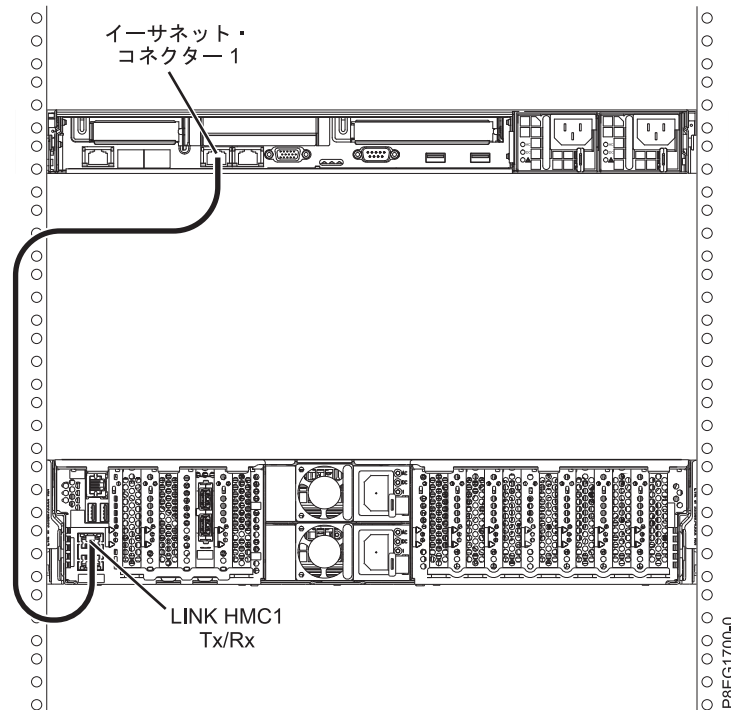

図 20. 管理対象システムへの HMC の取り付け
1. HMC を管理対象システムに直接接続する場合は、HMC の **イーサネット・コネクタ 1** を管理対象システムの **HMC1** ポートに接続します。『図 20』を参照してください。